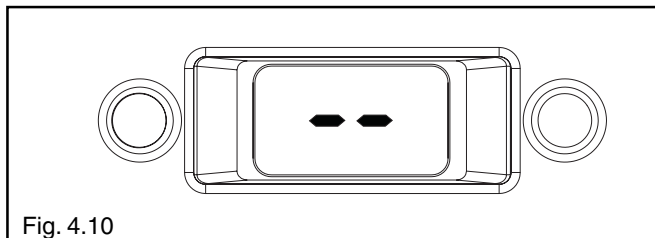

Fig. 4.10
In condizioni normali, quando il selettore di funzione è posizionato su "⏻", il visualizzatore digit indica "- -" (fig. 4.10) a meno che sia in corso la fase di antigelo (AF) oppure venga attivata la funzione analisi combustione (CO).
In caso di assenze temporanee (fine settimana, brevi viaggi, ecc.) posizionare il selettore di funzione su "⏻ OFF/RESET". Il display digitale si presenta come in fig. 4.10.